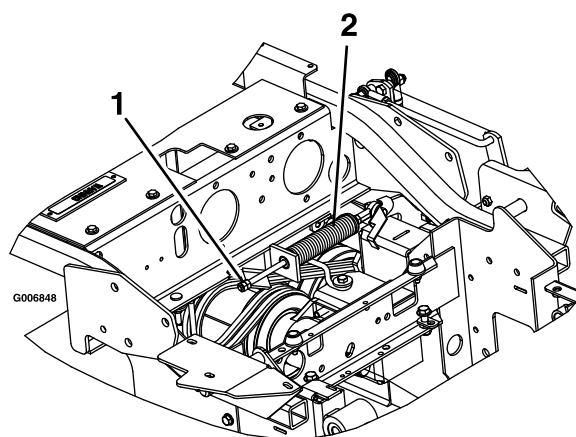

Figure 57
3. Localisez le ressort de frein et vissez les deux écrous de blocage au bout de la tige du ressort (Figure 57).